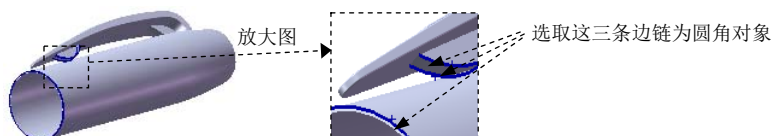

图 3.31.31 圆角 7
Step24. 创建图 3.31.31 所示的零件特征——圆角 7。选取图 3.31.31 所示的三条边链为圆角对象，输入圆角半径值 0.1。